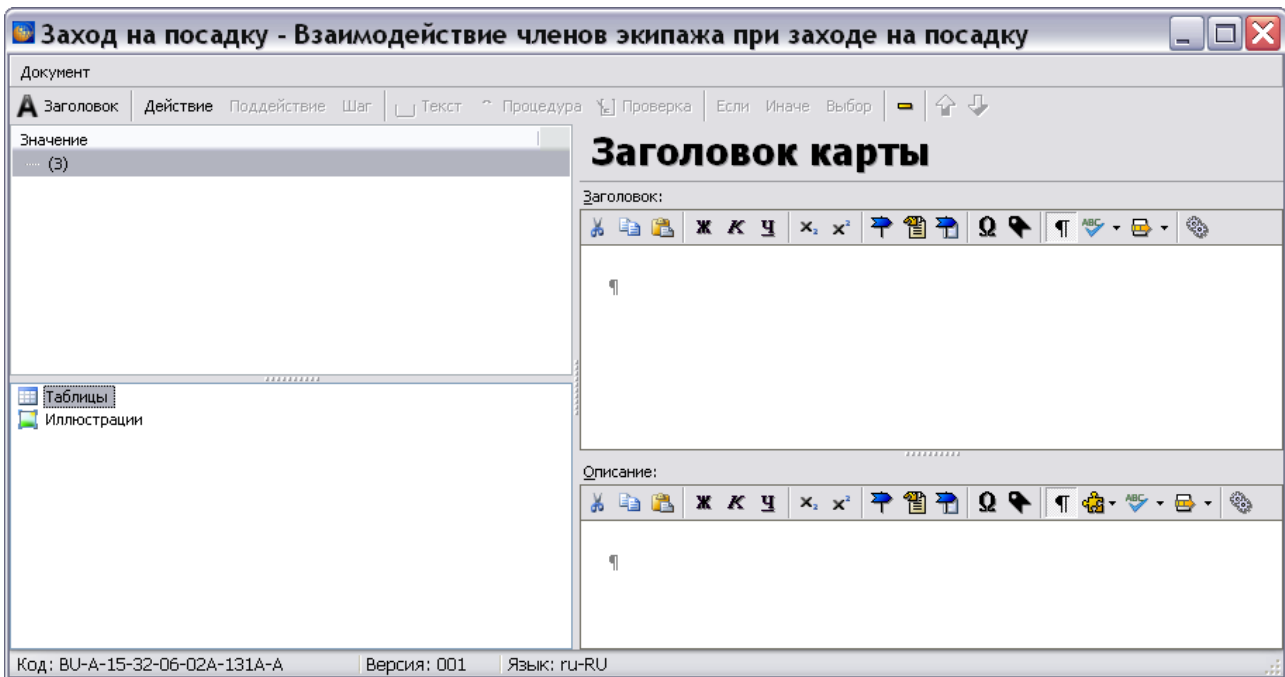

Рис. 13.5
1. Нажмите на кнопку **Добавить заголовок** . Правая часть редактора изменится, в ней появятся окна для ввода параметров заголовка карты (Рис. 13.5).